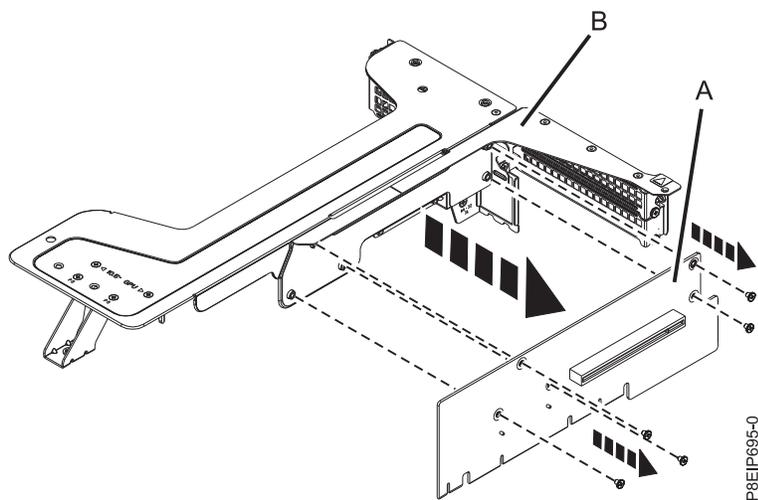

Figura 42. Extracción de la tarjeta de expansión de la posición 1
- j. Si debe sustituirse la tarjeta de expansión en la posición 1, extráigala del soporte de la tarjeta de expansión. Quite los cinco tornillos que fijan la tarjeta de expansión al soporte de la tarjeta de expansión, como se muestra en la Figura 42.